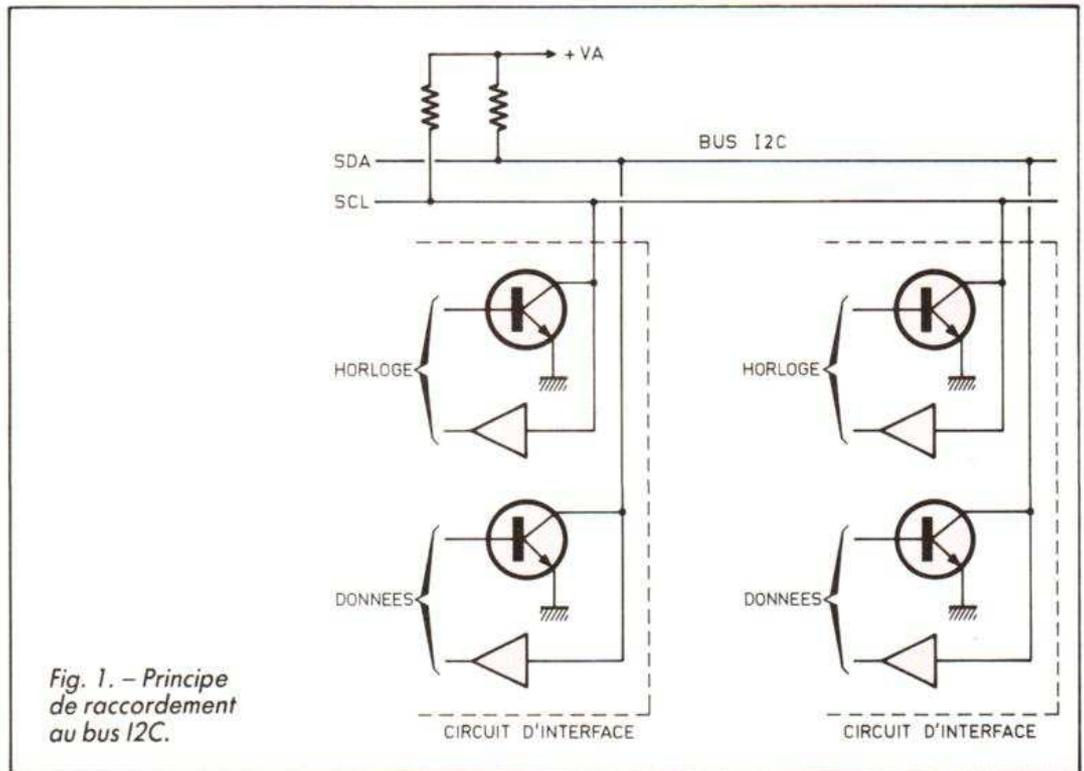

Fig. 1. - Principe de raccordement au bus I2C.
OU câblé. Comme des circuits de technologies diverses peuvent être utilisés sur ce bus, les niveaux électriques ne sont pas fixes, mais sont définis par les résistances de rappel, visibles figure 1. Pour cette même raison, nous ne parlerons dans ce qui suit que de niveaux logiques haut (1) ou bas (0), et nous verrons en fin d'article la correspondance avec les niveaux électriques. Quoi qu'il en soit, la logique utilisée est une logique positive, et un niveau logique haut est représenté par une tension supérieure à un niveau logique bas.
Du fait du mode de connexion représenté figure 1, les lignes SCL et SDA sont à l'état haut lorsque aucun abonné ne les utilise en émission.
Comme le montre la figure 1, la connexion des abonnés aux deux lignes du bus I2C est particulièrement simple. Les sorties à destination des lignes SCL et SDA sont à collecteur ouvert afin de permettre la réalisation d'un